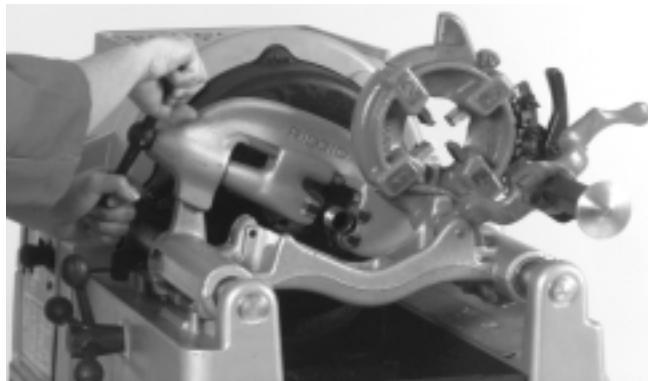

Figure 6 – Coupe des tuyaux à l'aide du coupe-tubes N° 820
3. Serrez la vis d'alimentation du coupe-tubes tout en gardant le galet de coupe aligné sur le repère (*Figure 6*).